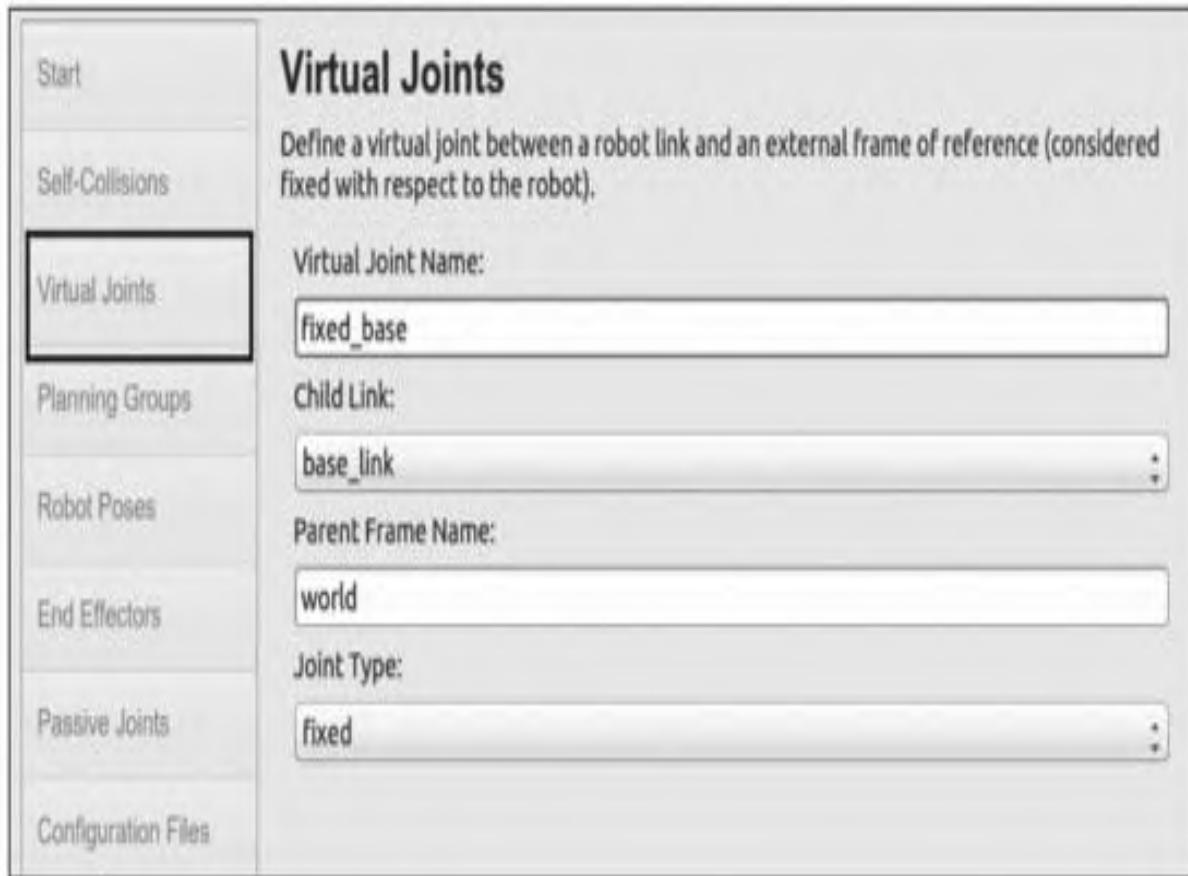

图14-3 增加MoveIt!-虚拟关节
- 4) 增加虚拟关节（Virtual Joints）矩阵，如图14-3所示。这里的虚拟关节名和父框架的名称可以是任意的。